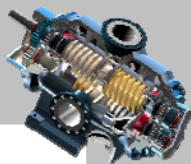

图 3.9.4 定义截面类型
Step4. 定义截面类型。在对话框中选取 **类别** 区域中的 **截面** 选项，在 **截面选项** 区域中选中  **2D 横截面** 单选项，在 **模型边可见性** 后选中  **总计** 单选项，单击  按钮，然后在 **名称** 下拉列表框中选取剖截面  **A**（A 剖截面在装配体模块中已提前创建），在 **剖切区域** 下拉列表框中选取 **完整** 选项，此时对话框如图 3.9.4 所示，单击 **应用** 按钮。